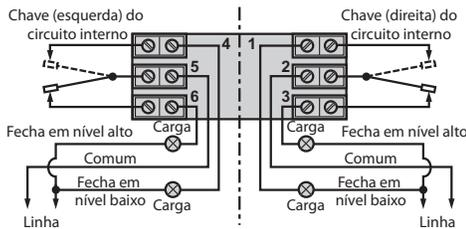

Figura 4
5. Os terminais da chave estão localizados próximo ao conduíte de saída para facilitar a instalação elétrica. Passe os fios de alimentação através do conduíte de saída. Passe o excesso de fio ao redor do tubo anexo sob a placa defletora, e conecte-os aos terminais apropriados. Consulte o diagrama de fiação, Figura 4, em seu boletim com informações sobre a chave para esta informação.